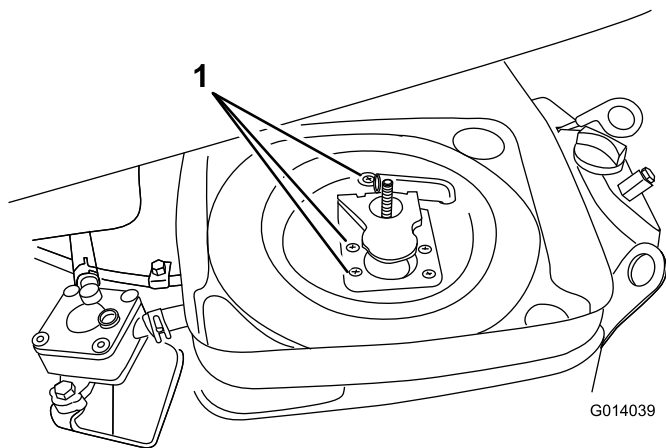

図 2
3. エア・クリーナのボディをキャブレターに固定している既存のボルト(5本)を外す(図 2)。